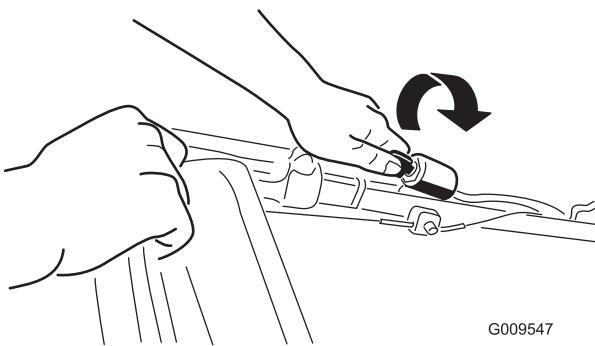
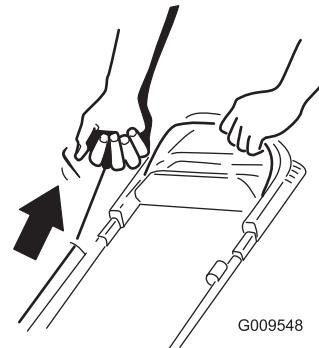

Figura 14
Figura 15
- Gire la llave de contacto (Figura 14) (modelo de arranque eléctrico solamente) o tire del arrancador de retroceso (Figura 15).
Nota: Cuando tire del arrancador de retroceso, tire suavemente hasta que note resistencia; luego tire con fuerza (Figura 15). Deje que la cuerda vuelva lentamente al manillar.